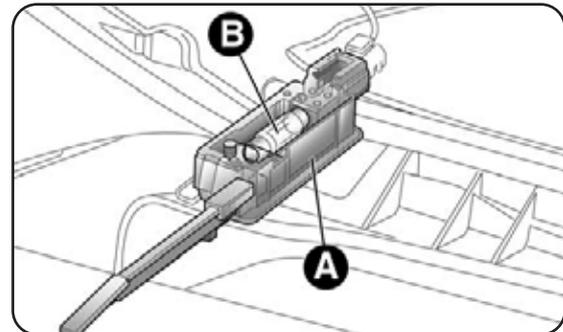

fig. 35
- abrir a gaveta porta-objectos, a seguir extrair o plafonier A-fig. 35;